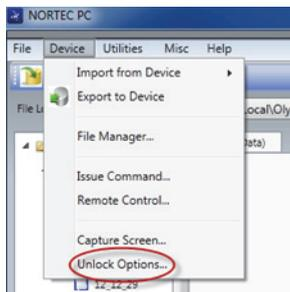

Рис. 6-26 Команда Unlock Options (Активация опций)
2. В меню **Device** программного обеспечения NORTEC PC выберите **Unlock Options** [Активация опций] (см. Рис. 6-26 на стр. 348).